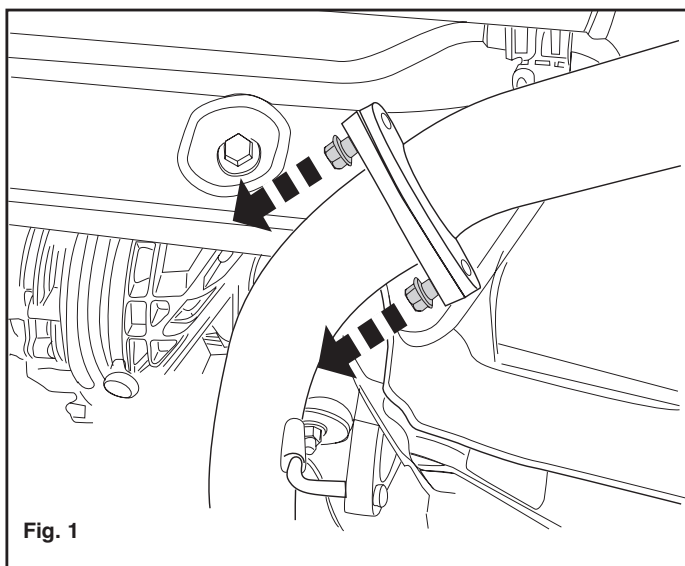
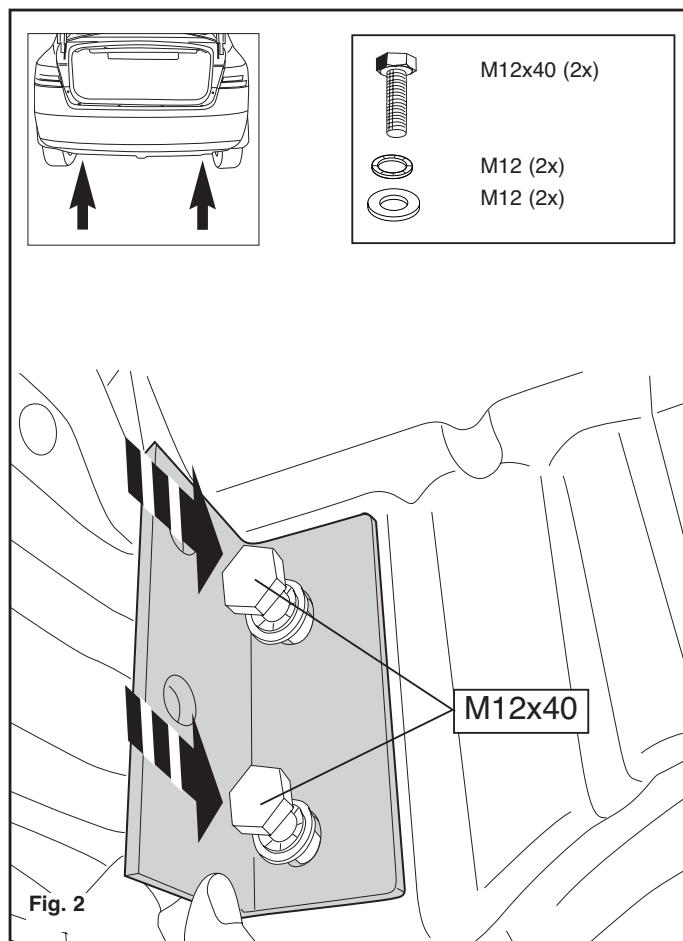

Fig. 1
Fig. 2
1. Remove the last exhaust silencer. See figure 1.
2. Remove the securing eye (L). It will no longer be needed.
1. Den hintersten Auspuff-Schalldämpfer abmontieren. Siehe Abbildung 1.
2. Die Sicherheitsöse (L) abmontieren. Diese wird nicht mehr benötigt.
3. Die Halterungen A anlegen und bei den Punkten B befestigen. Alles halbfest montieren. Siehe Abbildung 2.
1. Démonter le dernier silencieux de l'échappement. Voir la figure 1.
2. Démonter l'anneau de remorquage (G). Il ne sera plus utilisé.
1. Demonter den bageste lydpotte. Se fig. 1.
2. Demonter sejlringen (V). Denne bliver overflødig.
3. Anbring støtterne A og monter disse ved punkterne B monter det hele manuelt. Se fig. 2.
1. Снять последний глушитель выхлопа. См. рисунок 1.
2. Снять буксировочное ухо (1). Эта деталь больше не понадобятся.
3. Поставить кронштейны А и прикрепить их в точках В, закрепив не до конца. См. рисунок 2.
1. Zdemontować ostatni tłumik rury wydechowej. Patrz rysunek 1.
2. Zdemontować pierścień holowniczy (L). Tego nie będzie się ponownie używać.
3. Umieścić wsporniki A i umocować je w punktach B, lekko przymocować całość. Patrz rysunek 2.